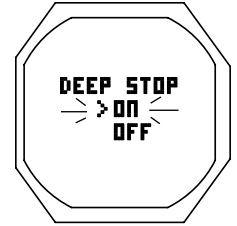

Fig. 50 – RÉGLAGE D'UN PALIER PROFOND
Réglage d'un palier profond (DS) : paramètres affichés (fig. 50)